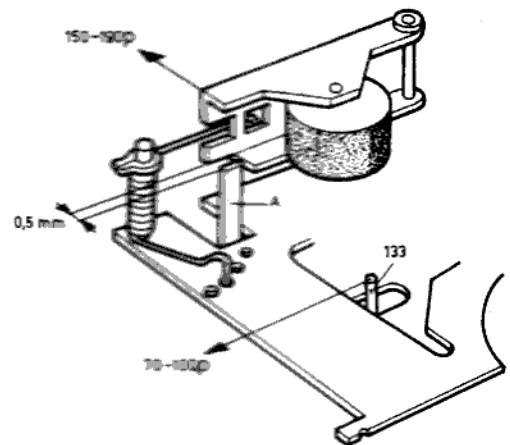

Fig. 4
3. Kontroll av tryckrullens (68) tryckkraft (fig 4).
4. Kontroll av lindningsfriktionen (133 fig 4)
Om strömökningen är mindre än 8 mA skall trissans tryckkraft på höger bandtallrik minskas till min 70 pond (fig 4).
Om strömökningen blir mer än 16 mA skall kraften ökas till högst 100 pond (se fig 4).